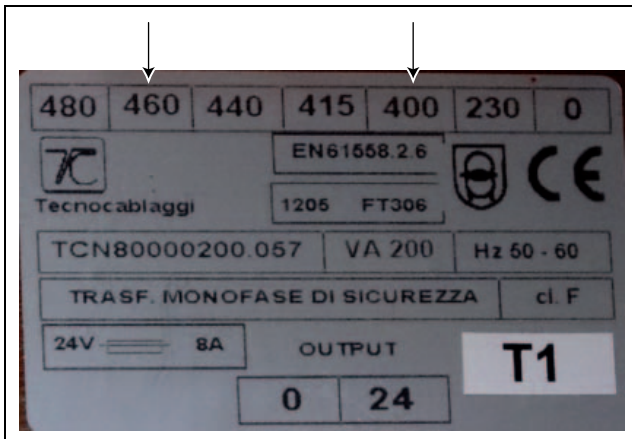

Abb. 18: Anschluss Transformator
- Trennen Sie diesen Anschluss auf der Primärseite und belegen Sie ihn auf 460 V neu (Abb. 18).